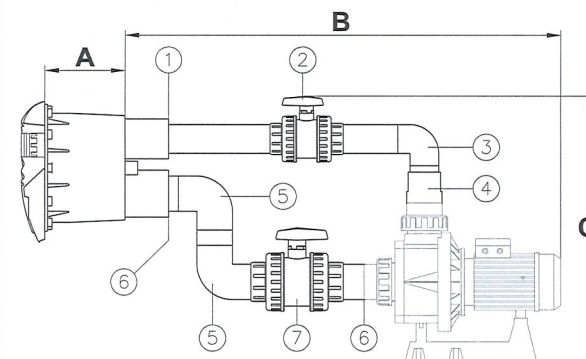

Fig. 6
- Verbinden Sie die Reduzierhülse von 75x63 mm (Nr.1, Fig.6) im Anschluß für den Antrieb des Gehäuses (siehe Fig. 6).
- Verbinden Sie ein Rohr $\varnothing 63$ mm (*) mit der Reduzierhülse (Nr.1, Fig. 6).
- Verbinden Sie das Ventil $\varnothing 63$ mm (Nr.2, Fig. 6) mit dem Rohr $\varnothing 63$ mm (*).
- Verbinden Sie das Rohr $\varnothing 63$ mm (*) mit dem Ventil $\varnothing 63$ mm (Nr.2, Fig. 6).
- Verbinden Sie den Rohrkrümmer $\varnothing 63$ mm (Nr.3, Fig. 6) mit dem Rohr $\varnothing 63$ mm (*).
- Verbinden Sie das Rohr $\varnothing 63$ mm (*) mit dem Rohrkrümmer (Nr.3, Fig.6).
- Verbinden Sie die konische Reduzierung von 90/75/63 mm (Nr.4, Fig. 6) mit dem Rohr $\varnothing 63$ mm (*) und mit der Rohrverschraubung der Pumpe $\varnothing 90$ mm.
- Verbinden Sie die Reduzierhülse von 75x63 mm (Nr.6, Fig.6) im Anschluß für die Ansaugung des Gehäuses (siehe Fig. 6).
- Benutzen Sie ein Rohr von $\varnothing 75$ mm (*) und schließen Sie damit einen Rohrkrümmer $\varnothing 75$ mm (Nr.5, Fig.6) an die Reduzierhülse (Nr.6, Fig.6) an.
- Mit einem Rohr von $\varnothing 75$ mm (*) vereinen wir nun den anderen Rohrkrümmer von $\varnothing 75$ mm (Nr.5, Fig.6) mit dem schon verleimten Rohrkrümmer (siehe Fig. 6).
- Verbinden Sie das Ventil $\varnothing 75$ mm (Nr.7, Fig.6) mit dem Rohrkrümmer (Nr.5, Fig.6), indem Sie für den Anschluß ein Rohr von $\varnothing 75$ mm (*) benutzen.
- Verbinden Sie ein Rohr $\varnothing 75$ mm (*) mit dem Ventil (Nr.7, Fig. 6).
- Verbinden Sie eine Reduzierhülse von 90x75 mm (Nr.6, Fig.6) mit dem Rohr $\varnothing 75$ mm (*) und mit der Rohrverschraubung der Pumpe $\varnothing 90$ mm.